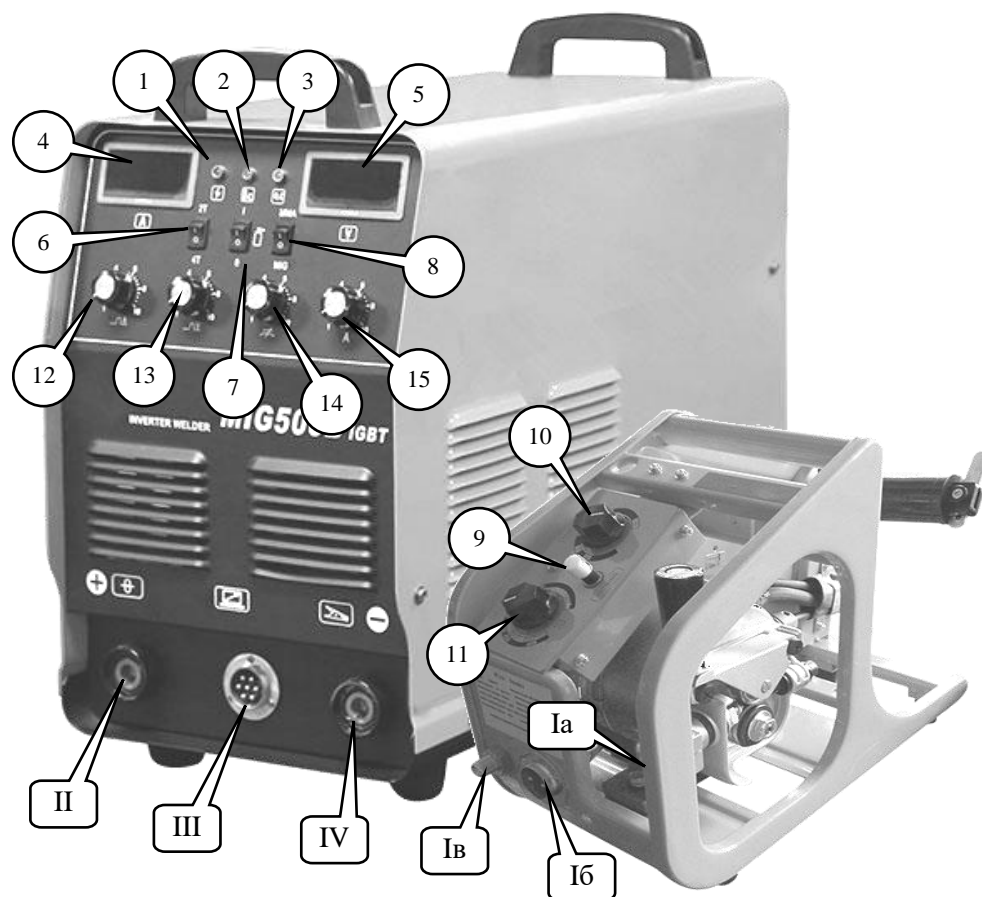

Рис. 1. Расположение органов управления и индикации.
- Подключить сварочную горелку к силовому разъему Ia (Рис. 1) подающего устройства.